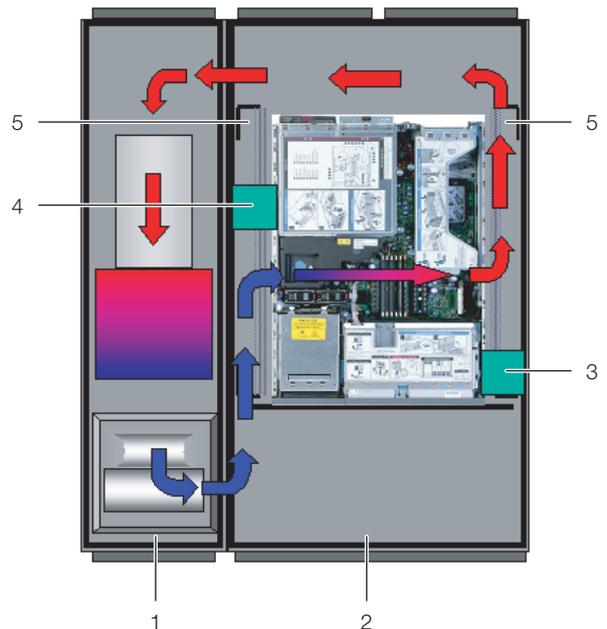

Imagen 23: Disposición de las tiras de gomaespuma en aparatos expuestos al flujo por los laterales (vista desde arriba) – LCP Rack
- Si en el armario se encuentran varios aparatos expuestos, corte varios trozos de la tira, de forma que a la altura de cada uno de los aparatos, a izquierda o derecha del armario, se encuentre una de las perforaciones en la tira. Tenga en cuenta que en el lado del aire caliente del aparato no debe haber ninguna perforación (imagen 23, pos. 3).
■ Fije estas tiras de gomaespuma desplazadas hacia atrás sobre el lado de aire frío del aparato (imagen 23, pos. 4). La colocación de las tiras no debe impedir la absorción de aire frío por parte de los ventiladores instalados en los aparatos. Controle que ningún ventilador se encuentre cubierto.
Las tiras de gomaespuma pueden colocarse entre los montantes frontales y posteriores del armario en toda la profundidad junto a los aparatos expuestos al flujo por los laterales (imagen 23, pos. 5).